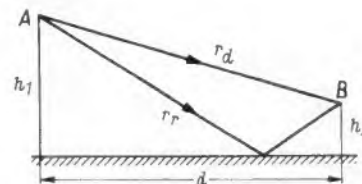
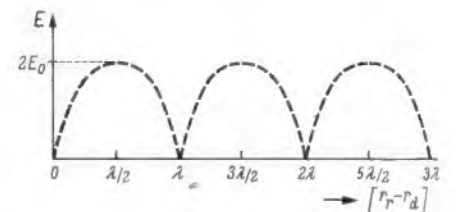

Bild 1. Höhen von Sendeantenne A und Empfangsdipol B mit direktem und am Erdboden reflektiertem Strahl
Bild 2. Infolge der Reflexion ergeben sich Empfangsmaxima und -minima
Bei zu großer Nähe zum Sender, in der Nahzone, liegen die Dinge nämlich anders. Man kann sich die Verhältnisse durch die Anwendung der bekannten Ausbreitungstheorie über den direkten und am Erdboden reflektierten Energiestrahle leicht klar machen. In Bild 1 sei zunächst die Prinzipdarstellung für den Ausbreitungsmechanismus im ungestörten Feld wiedergegeben.
Aus Bild 1 ist zu ersehen: Die Feldstärke in der Empfangsantenne setzt sich aus zwei Komponenten zusammen, dem direkten Energiestrahle über den Weg  $r_d$  und dem am Erdboden reflektierten Strahl über den Weg  $r_r$ .
Der funktionelle Zusammenhang wird in Bild 2 noch deutlicher. Die Größe der resultierenden Feldstärken am Empfangsort ist unmittelbar von dem Wegunterschied zwischen dem direkten und dem reflektierten Strahl abhängig. Dieser Wegunterschied ist seinerseits offenbar abhängig von der Höhe der Sendeantenne  $h_1$ , der Empfangsantenne  $h_2$ , der Wellenlänge  $\lambda$  und der Entfernung zwischen Sende- und Empfangspunkt  $d$ . Unter Zuhilfenahme von Bild 1 läßt sich nun leicht die auf der nächsten Seite stehende Rechnung ableiten:
Will man nun also die günstigste Höhe der eigenen Empfangsantenne ermitteln – diejenige Höhe also, bei der gemäß Bild 2 das Maximum der Feldstärke auftritt, so braucht man bei gegebener Höhe der Sendeantenne und bei gegebenem Abstand zwischen Sende- und Empfangspunkt die Beziehung (4) nur noch in den Ausdruck 3a einzusetzen und nach  $h_2$  aufzulösen: